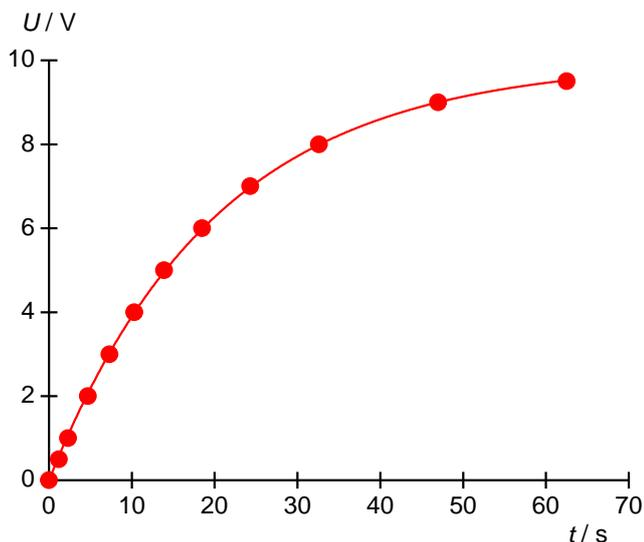

Fig. 2: Courbe de chargement de la paire R/C interne 3.
Les figures 2 et 3 illustrent un exemple de courbe de chargement et de déchargement pour la paire R/C interne 3. Les allures de courbe exponentielles attendues conformément aux équations (1) et (2) sont confirmées.